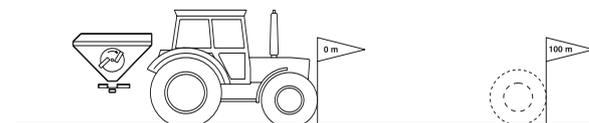

Fig. 11
1. Medir en la parcela un trayecto de medición de 100 m exactos. Marcar el punto de partida y de llegada de dicho trayecto de medición (Fig. 11).